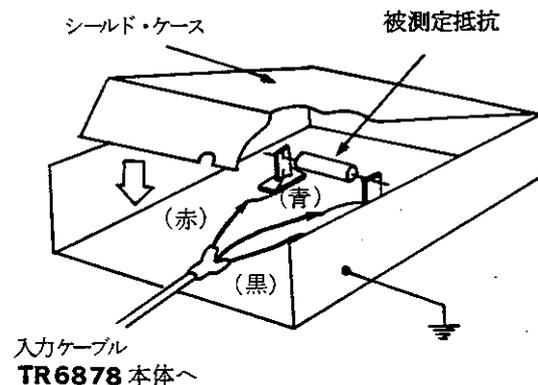

図 2-8 抵抗測定におけるシールド方法例
2. $10M\Omega$ レンジ以上で抵抗測定を行なう場合は、最良の測定確度を得るためにできるだけ被測定抵抗にシールドを行なって下さい。(〔図 2-8〕参照) また、測定時には入力ケーブルが振れないように固定し、周辺測定器などからの誘導には特に注意を払って下さい。